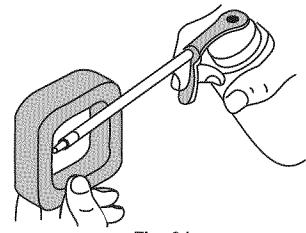
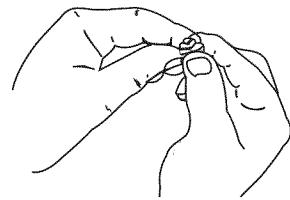

Fig. 21
Fig. 22
**NOTA:** Use la botella y la boquilla que guardó del uso inicial para medir la cantidad correcta. El nivel de 90 ml (3,04 onzas) está aproximadamente en la parte superior de la etiqueta de la botella (Fig. 22). Mida el nivel con la varilla de medición. Si el nivel está bajo, agregue una pequeña cantidad de aceite y vuelva a medir (Fig. 21). No lo llene demasiado.
3. Lave el filtro con agua y detergente (Fig. 21). Enjuague bien el filtro y déjelo secar.
4. Aplique suficiente aceite limpio de motor SAE 30 para recubrir ligeramente el filtro (Fig. 22).
6. Vuelva a colocar el filtro de aire en la placa de base (Fig. 21).
7. Vuelva a instalar la tapa del filtro de aire. Coloque las dos pequeñas lengüetas de la cubierta del filtro de aire sobre las dos ranuras de la placa posterior y presione la cubierta hacia abajo, cerciorándose que la lengüeta y la ranura estén bien alineadas, hasta que encaje en su lugar (Fig. 21).